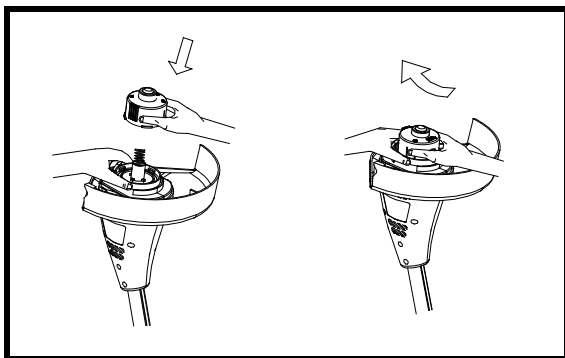
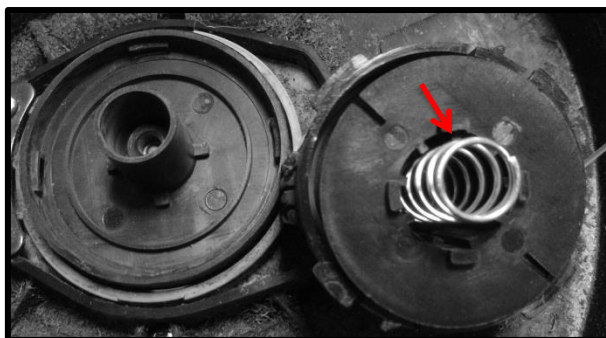

Рис.16
Рис.17
Рис.16а
- Снимите катушку в сборе. Для этого, одной рукой удерживайте внешнюю ребристую часть катушки в сборе, а другой нажмите на два боковых фиксатора катушки **«PUSH»** Рис.16,16а и слегка на головку катушки и поверните ее по стрелке **«REMOVE»** против часовой стрелки для разблокировки Рис. 16,16а. После этого можно легко снять катушку с держателя (Рис.17).
- Внутри головки имеется пружина Рис.17, которую легко потерять. Проверьте сохранность пружины при установке.